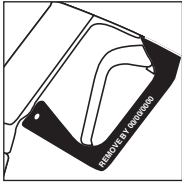

Figure 31
(Ilustración 31)
- OPW recommends all OPW dispensing equipment be removed by or before the service life date marking on this product. (See Figure 31)
- OPW recomienda que todos los equipos de despacho sean reemplazados antes de la fecha indicada como vida útil en el producto. (Vea la ilustración 31)